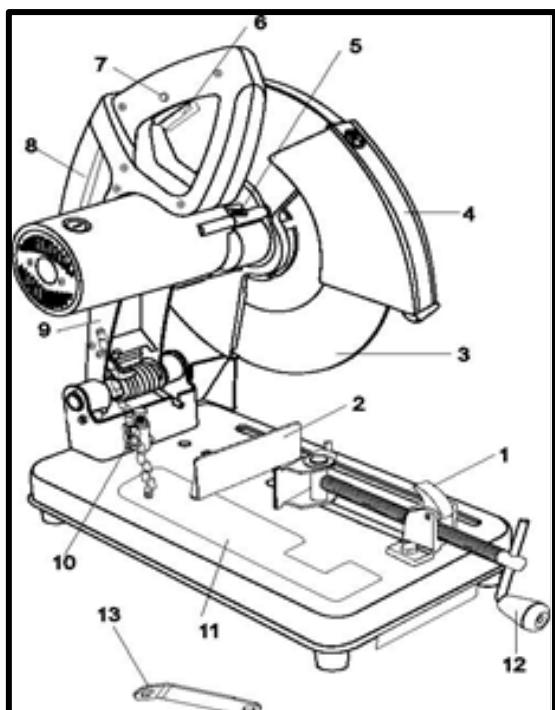
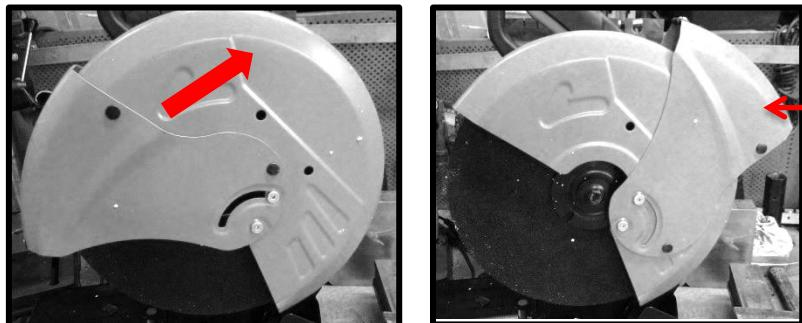
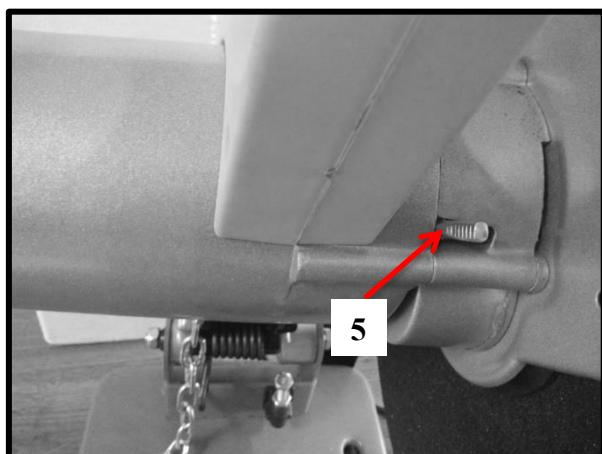
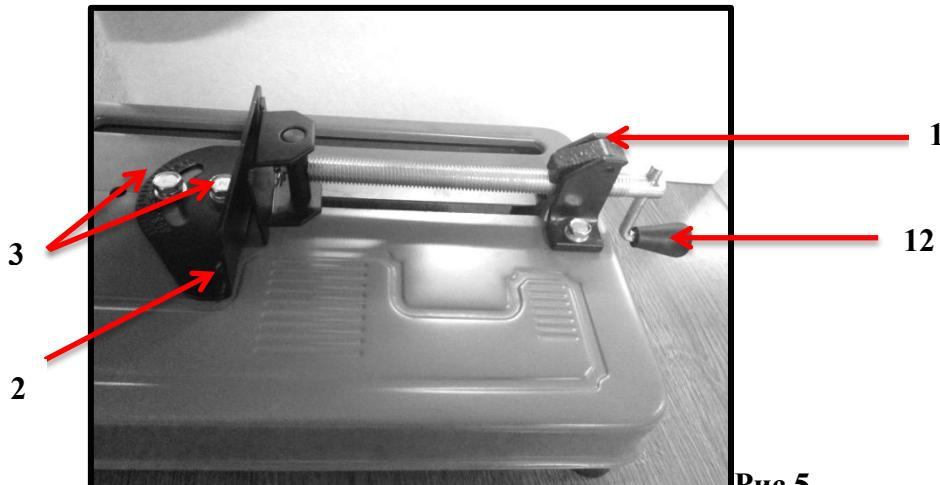

Рис.1
Рис.3
Рис.4
Рис.5
1. Поднимите кронштейн станка **9** (рис.1) вверх до упора.
1. Поднимите защитное ограждение 4 (рис.1 и рис.3) вверх примерно на 75 мм и отпустите. Если защитное ограждение исправно, оно свободно упадет в изначальное положение.
1. Поднимите кронштейн 9 (рис.1) вверх до упора.
2. Поднимите защитное ограждение круга 4 (рис.1 и рис.3) вверх так, чтобы он остался в вертикальном положении.
3. Вращая отрезной круг рукой, нажмите на штифт блокировки 5 (рис.1 и рис.4), переместите его вправо и удерживайте.
1. Ослабьте тиски, повернув рукоятку регулирования тисков **12** (рис.1 и рис.5) 5-6 раз против часовой стрелки.
2. Ослабьте колпачковые винты **3** (рис.5) упора с бесступенчатой установкой угла резания **2** (рис.1 или рис.5), поворачивая их против часовой стрелки с помощью прилагаемого ключа.
1. Открутите оба колпачковых винта упора с бесступенчатой установкой угла резания **2** (рис.1 или рис.6) с помощью прилагаемого ключа.
1. Чтобы использовать функцию быстрого освобождения, ослабьте губки тисков, повернув рукоятку регулирования тисков **12** (рис.5) 2-3 раза против часовой стрелки.
2. Поднимите вверх фиксатор освобождения тисков **1** (рис.5), чтобы освободить винт тисков.
3. Надавите на штифт блокировки **5** (рис.4 и рис.8) вправо и удерживайте его в этом положении, одновременно вращая отрезной круг рукой.